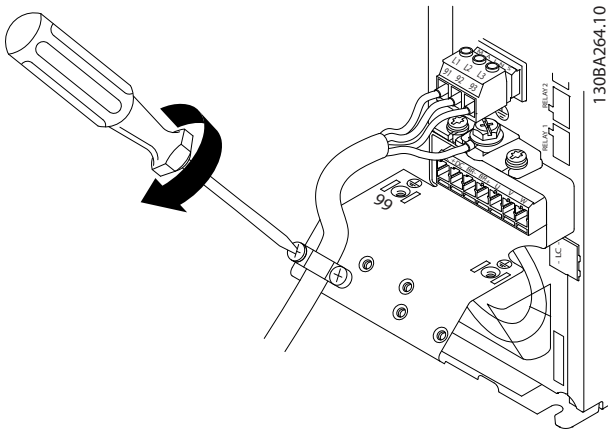

图 3.11 安装支撑托架
4. 安装支撑托架，让其穿过主电源电缆，拧紧螺钉，如图 3.11 所示。